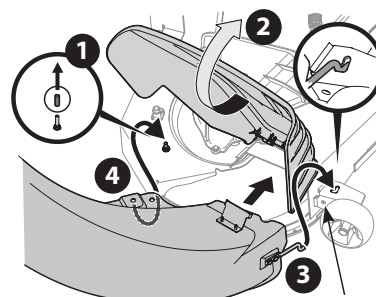

Figure 17
- Retirez le capuchon en caoutchouc de la goupille qui dépasse du plateau de coupe. Voir Figure 17.
- Relevez le déflecteur d'éjection et tenez-le pendant que vous placez le coude. Voir Figure 17.
- Insérez la tige du coude de la goulotte dans le trou sur le support de la roue. Voir Figure 17.
- Faites pivoter le coude vers l'arrière jusqu'à ce que le trou du coude s'aligne avec la goupille sur le plateau de coupe. Placez le coude de la goulotte sur la goupille. Voir Figure 17.